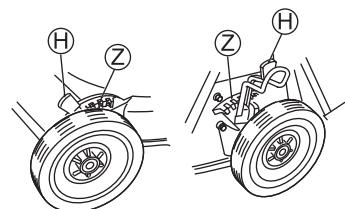

Fig. 21
2. Poussez le levier de réglage de la hauteur de coupe (H) vers le côté de la roue, afin de le séparer des dentures (Z). (Voir Figs. 21 et 22)
3. Insérez le levier de réglage de la hauteur de coupe (H) dans l'encoche (Z) pour avoir la hauteur de coupe désirée tout en laissant le levier couché.
4. Insérez tous les leviers de réglage de la hauteur de coupe (H) dans les encoches (Z) correspondant à la même hauteur.